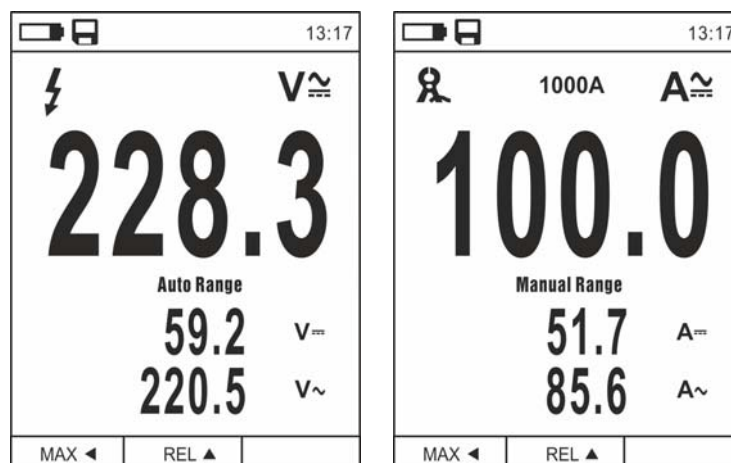

Fig. 6: Descrizione misura tensione e corrente AC+DC
2. Premere il tasto **MODE** selezionando le modalità " V_{AC} ", " A_{AC} ", " mA_{AC} " o " μA_{AC} " (vedere Fig. 6)